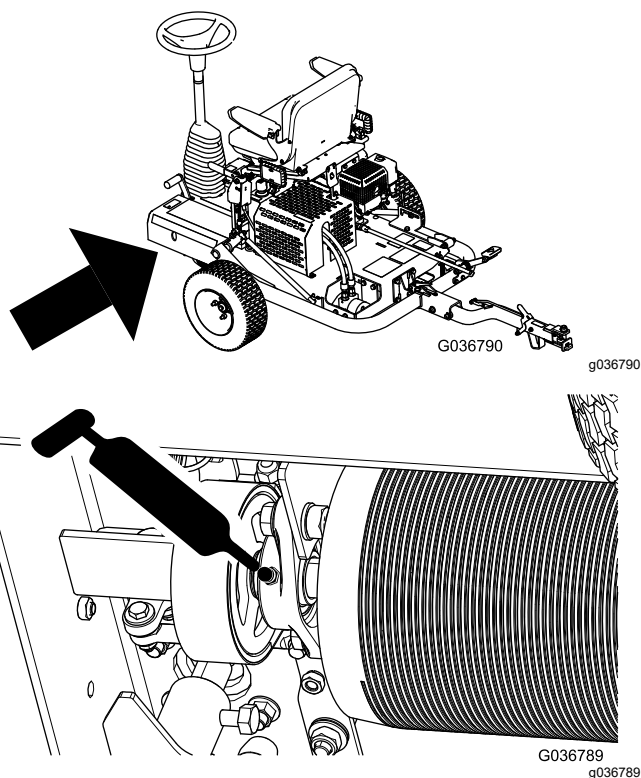

図 26
3. 図 26 のようにしてフィッティングからグリスを注入する。